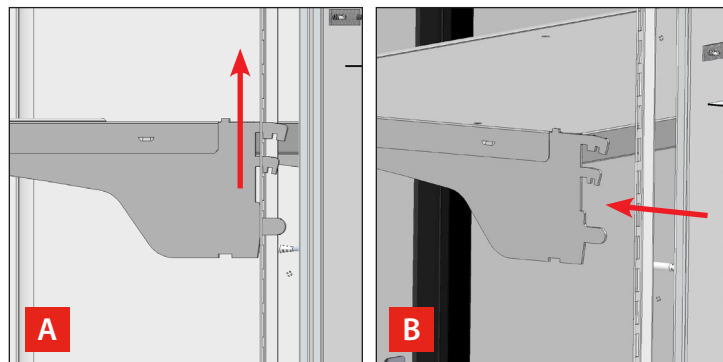

Рис. 20. Подъем полки в сборе (А) и перемещение ее вперед (В).
2. Поднимите полку в сборе, а затем потяните ее вперед. См. рис. 20.